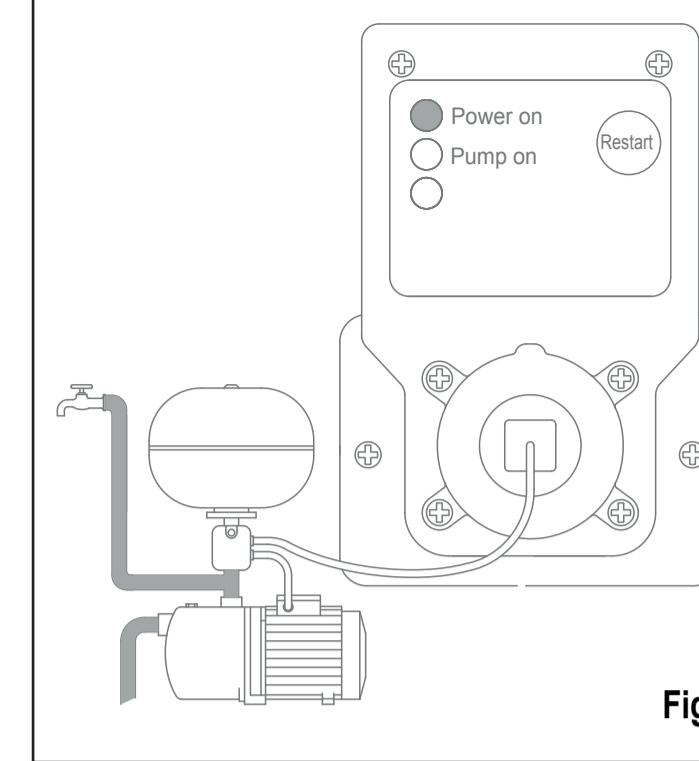

Fig. 5
- Schließen Sie die Anwendung und warten Sie, bis die Pumpe ausgeht (Abb. 5). Jetzt kann die Anlage normal verwendet werden.
- Закройте водопроводный кран и убедитесь, что насос выключился (рис.5). Теперь система готова к использованию.
- Sluit het afnamepunt en wacht tot de pomp is gestopt (Fig. 5). Nu kan het systeem normaal worden gebruikt.